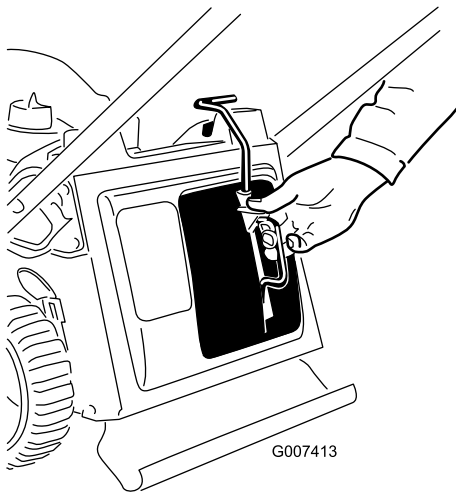

Figura 10
2. Col pollice schiacciate il pulsante presente sulla leva per inserire completamente il tappo mulching nell'apposita apertura (Figura 10).